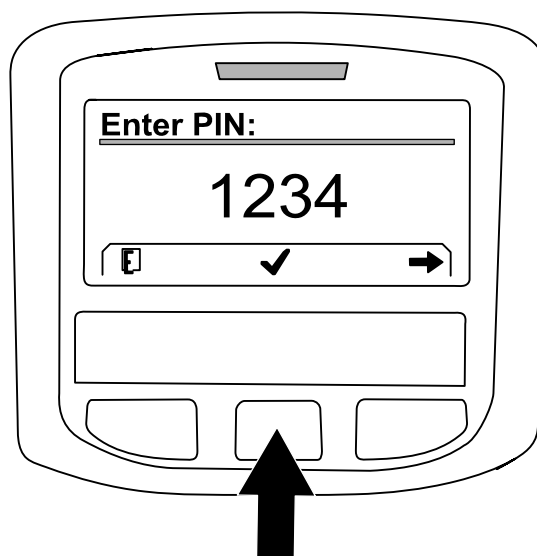
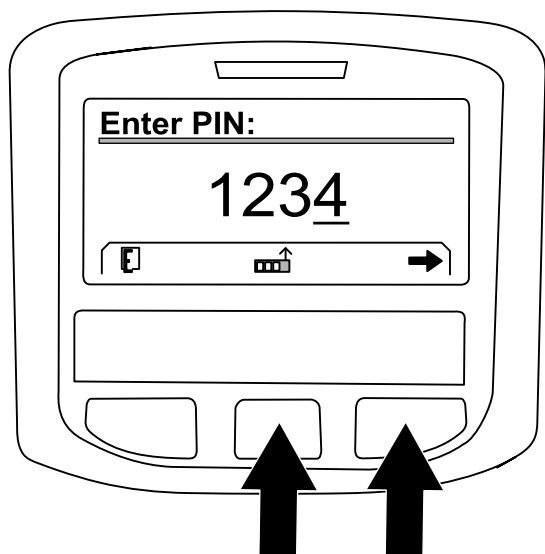

Рисунок 229
Рисунок 228
- A. Нажмите среднюю кнопку необходимое количество раз, чтобы ввести цифру ПИН-кода для левой позиции (Рисунок 228).
- B. После этого нажмите правую кнопку, чтобы перейти к следующей позиции цифры ПИН-кода (Рисунок 228).
- D. После того как будут введены все цифры ПИН-кода, нажмите правую кнопку (Рисунок 228) а затем нажмите среднюю кнопку, чтобы ввести ПИН-код в память (Рисунок 229).